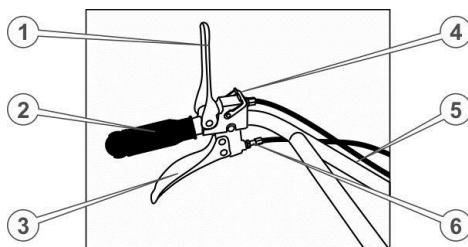

Рисунок 20. – Ліва сторона керма
4. Опустіть вниз і зафіксуйте в цьому положенні блокувальною скобою важільаварійної зупинки двигуна на лівій рукоятці керма (див. рисунок 20.)